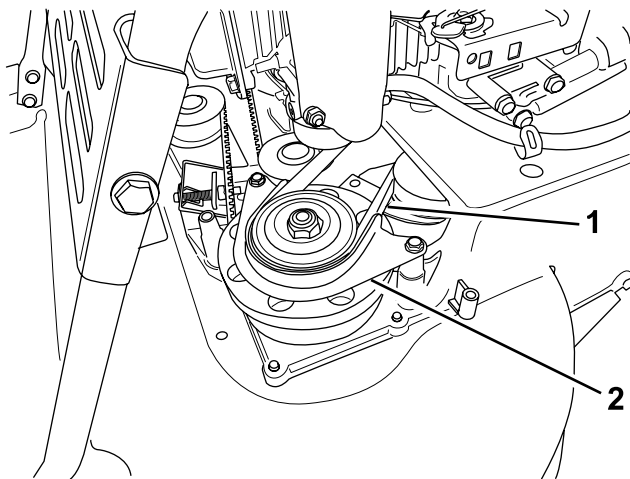

Figura 42
7. Retire a proteção da correia BBC (Figura 42).